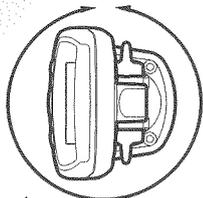

Figure 1
- Votre PiranhaMAX pourrait être muni d'un ou de deux types différents de base de montage, soit une base de montage inclinable, soit une base inclinable et pivotante. L'aire de montage doit être suffisamment grande pour permettre le mouvement d'inclinaison (si possible) et de pivotement de la tête de commande. Il doit l'appareil facilement (Figures 1 and 2).